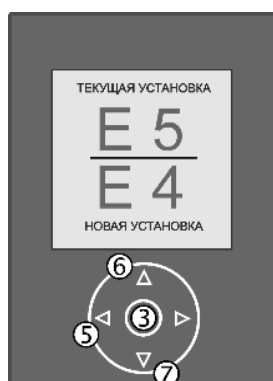

Fig. 33
- Сокращение времени подачи воды: нажмите кнопку вверх Fig. 33 (6).
- Увеличение времени подачи воды: нажмите кнопку вниз Fig. 33 (7).